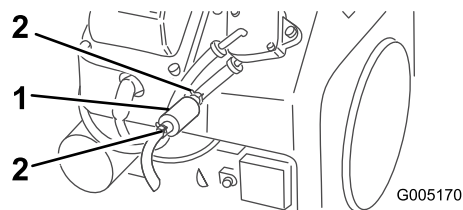

Рисунок 30
4. Сожмите концы шланговых хомутов и сдвиньте их с фильтра (Рисунок 30).
5. Поместите под топливопроводы сливной поддон, чтобы собрать утечки, после чего снимите фильтр с топливопроводов (Рисунок 30).